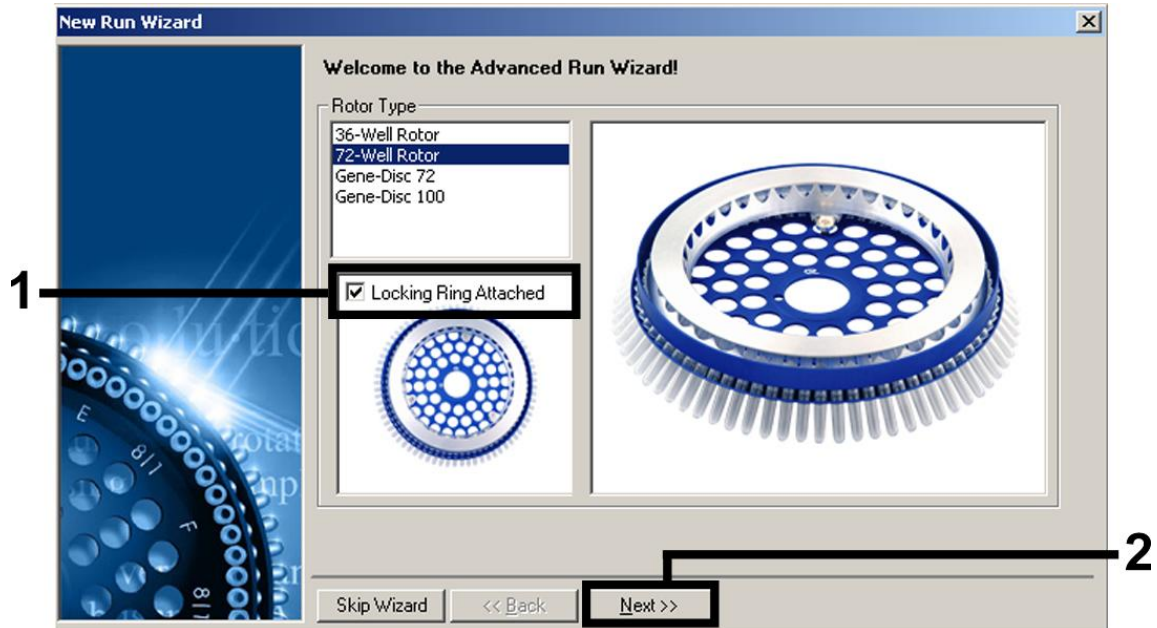

Figura 5. A caixa de diálogo "New Run Wizard" (Assistente de nova corrida).
6. Primeiro, abrir a caixa de diálogo "New Run Wizard" (Assistente de nova corrida) (figura 5). Marcar a caixa "Locking Ring Attached" (Anel bloqueador fixado) e clicar em "Next" (Seguinte).